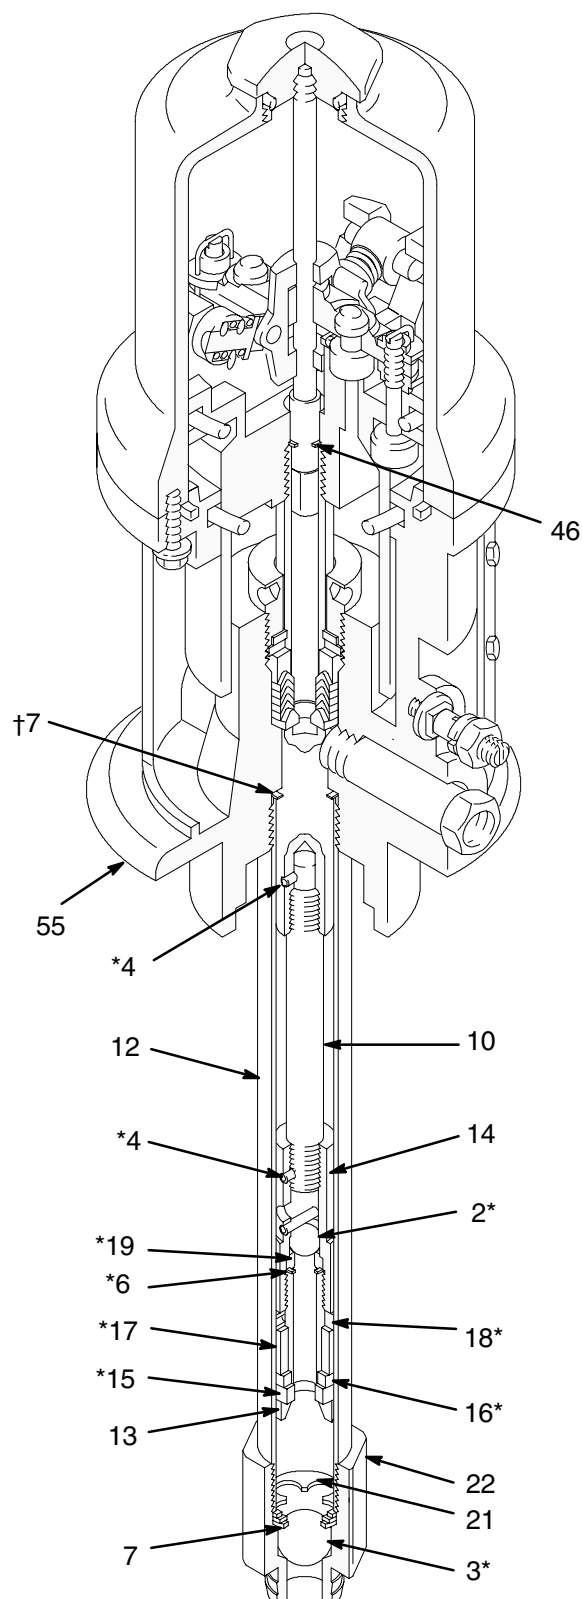

Fig. 6
4. Skru inntaksventilkroppen (22) av stigerøret (12). Se Fig. 6. Demonter inntaksventilen.
5. Rengjør alle delene og undersøk dem for å se om de er slitte eller skadde, og skift ut deler der det er nødvendig. Hvis det ikke er nødvendig med videre reparasjoner, sett sammen inntaksventilen igjen og monter den. Ha et flytende tetningsmiddel på hann-gjengene. Se Fig. 6.
6. Skru stigerøret (12) ut av luftmotorens bunnstykke (55) ved hjelp av en stroppnøkkel. Undersøk forsiktig den glatte, innvendige flaten i sylindern for å se om det er riper eller uregelmessigheter. Slike skader kan forårsake rask slitasje på pakninger og lekkasje, så det er viktig at denne delen blir skiftet ut hvis den er skadd.
7. Skru stempelkroppen (13) av stempelkoblingen (14). Ta av kulen (2*), setet (19*), pakningen (6*), lageret (18*), pakningen (17*), og tetningen (16). Messinglageret (15*) må ikke tas av. Se Fig. 6.